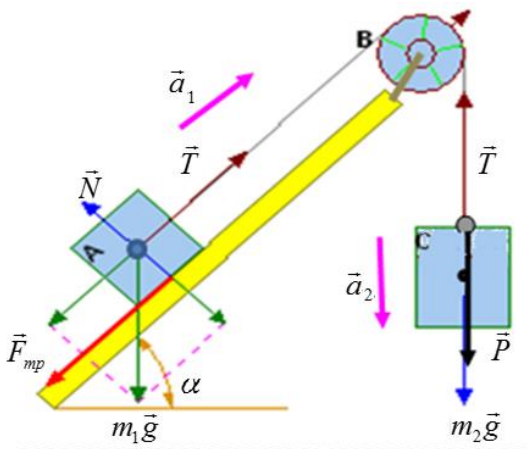

Рис. 1
Установка состоит из наклонной плоскости, на конце которой установлен неподвижный блок. Угол наклона α плоскости относительно горизонтали можно изменять в интервале $0-70^\circ$. Через невесомый блок B перекинута невесомая нить, к концам которой прикреплены два тела A и C (рис. 1).
Вес тела (\vec{P}) – это сила, действующая на опору или растягивающая подвес, приложена к опоре или подвесу. Вес зависит от ускорения, с которым движется тело. Вектор веса \vec{P} тела C , в соответствии с третьим законом Ньютона, равен по величине, противоположен по направлению силе натяжения \vec{T} и приложен к нити (см. рис. 1): $\vec{P} = -\vec{T}$. Поэтому заменяя в формуле (3) T на P , получаем:
Рассмотрим энергетические преобразования в системе. В начальный момент времени тела системы обладали относительно нижнего положения тела C массой m_2 (на рис. 1 пунктирная линия) потенциальной энергией